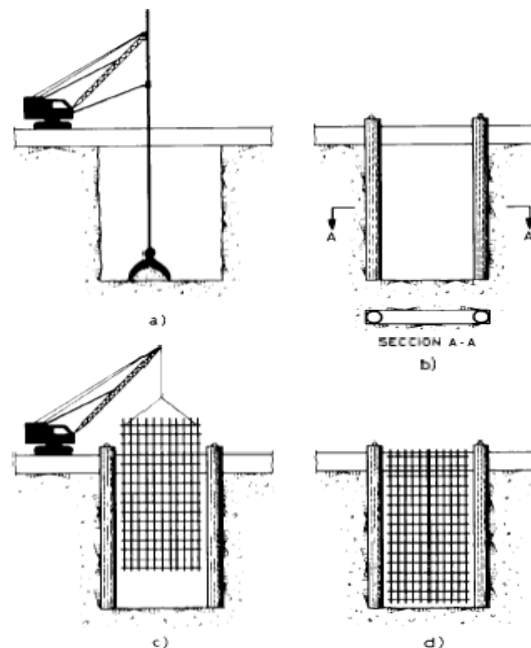

Figura 11
La longitud de panel suele oscilar de 3 a 5 m. El proceso de ejecución de un panel se indica en la figura 11. En la figura 11a) el panel está ya completamente excavado y lleno de lodo. En la figura 11 b) se colocan las juntas, que pueden ser de muy diversos tipos. En la figura 11c) se ha indicado la solución en tubos extraíbles.
3) Colocación de la armadura: A continuación se introduce la jaula de armadura (Figura. 11 c y d) que deberá ir convenientemente rigidizada y usualmente se realizan barras corrugadas. La jaula debe proyectarse de forma que mantenga recubrimientos del orden de 7 u 8 cm, dadas las posibles irregularidades de las paredes de la excavación. La separación mínima entre barras verticales debe ser de 10 cm, mejor 15 cm. Entre barras horizontales 15 cm, mejor 20 cm.